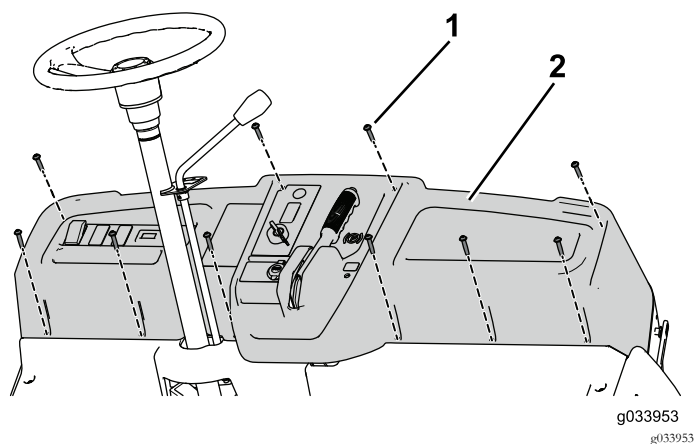

图32
9. 用 10 个螺丝 1/4 x 1-1/4 英寸将仪表板固定到机器上 图32。